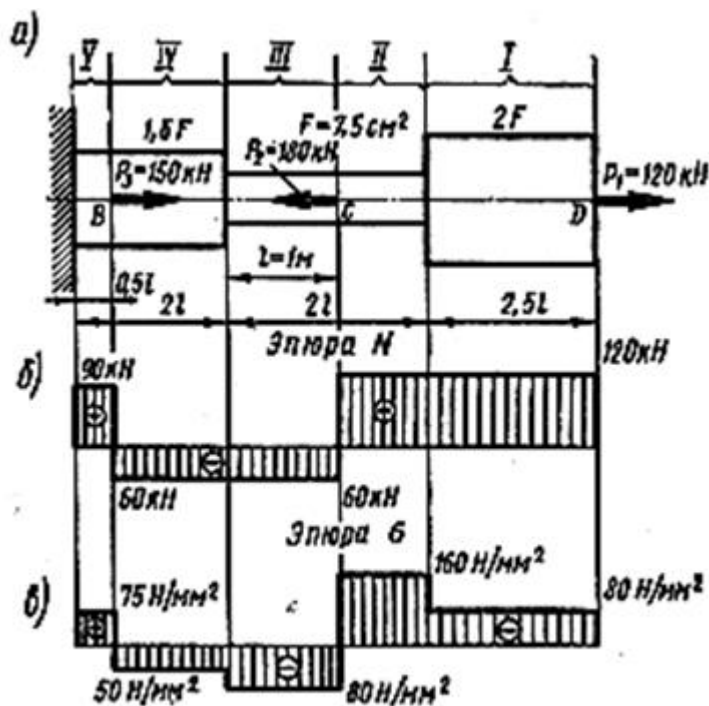

Рис. 2.9
**Пример.** Для заданного ступенчатого бруса (рис. 2.9, а) построить эпюры продольных сил и нормальных напряжений по его длине, а также определить перемещения свободного конца и сечения С, где приложена сила  $P_2$ . Модуль продольной упругости материала  $E = 2,1 \times 10^5 \text{ Н/мм}^2$ .
1. Заданный брус имеет пять участков I, II, III, IV, V (рис. 2.9, а). Эпюра продольных сил показана на рис. 2.9, б.
Эпюра нормальных напряжений построена на рис. 2.9, в.